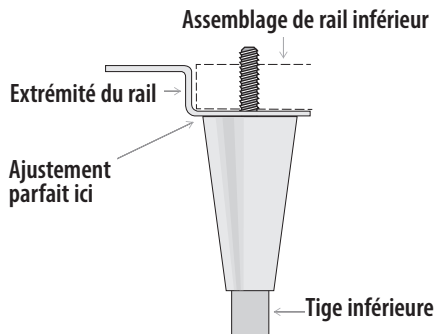

Fig. 4. Diagramme des pieds de mise à niveau.
3. Vissez les pieds de mise à niveau dans le rail du châssis ou le fond de l'appareil. Voir les fig. 4 et 5.
5. Si l'appareil n'est pas à niveau, soulevez délicatement et fixez l'extrémité inférieure de l'appareil. Ensuite, à l'aide d'une clé à molette, vissez ou dévissez les tiges inférieures du pied de mise à niveau pour mettre l'appareil à niveau et le fixer. Voir les fig. 4 et 6.